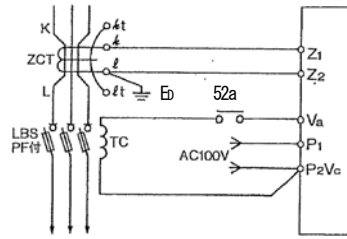

図4 HGF—MV10 (電圧引外し) 外部接続図
- ・継電器のZ側を接地してください。(図4参照)
- ・ZCTに高圧ケーブルを貫通させる場合、ケーブルシールドの接地方法は、一般的には1点接地で行ってください(①、③)。ケーブルこう長が長い等でZCTを挟んでシールドの両端を行う場合は、一方の接地線はZCTをくぐらせて、接地点は電源側または負荷側のどちらか一方になるよう接地ください(②、④)。なお、ケーブルシールドの接地を②のように電源側で行った場合ケーブルシールド部における地絡事故は保護検出範囲外となりますので、電源側にG付きPASが流設されていない場合は、引込み用ケーブルシールドの接地はZCTの負荷側で行って下さい。